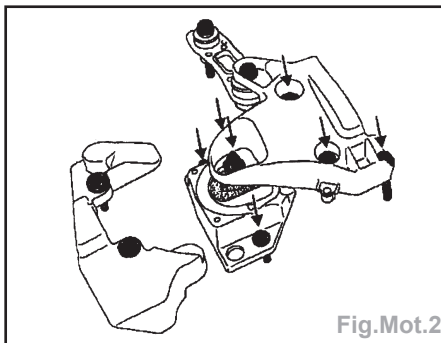

Fig.Mot.2
- la coiffe de suspension pendulaire moteur et le limiteur de débattement (Fig.Mot.2),